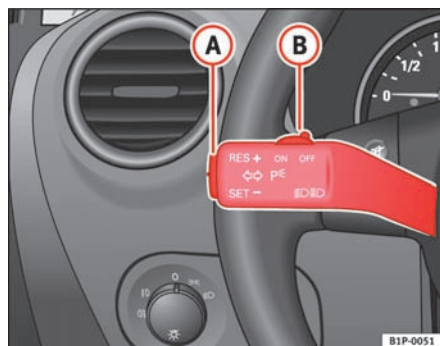

Fig. 125 Blink- og fjernlysarm: kontakt og vippeknap til fartpilot
- Tryk på den øverste del af vippeknappen **RES+** ⇒ fig. 125 **A** for at øge hastigheden. Når du holder vippeknappen inde, accelererer bilen. Når du slipper vippeknappen, bliver den nye hastighed gemt.
Hvis du reducerer hastigheden ved at træde på bremsepedalen, bliver fartpiloten deaktiveret. Ved at trykke en enkelt gang på den øverste del af vippeknappen **RES+** ⇒ fig. 125 **A** kan du aktivere fartpiloten igen.